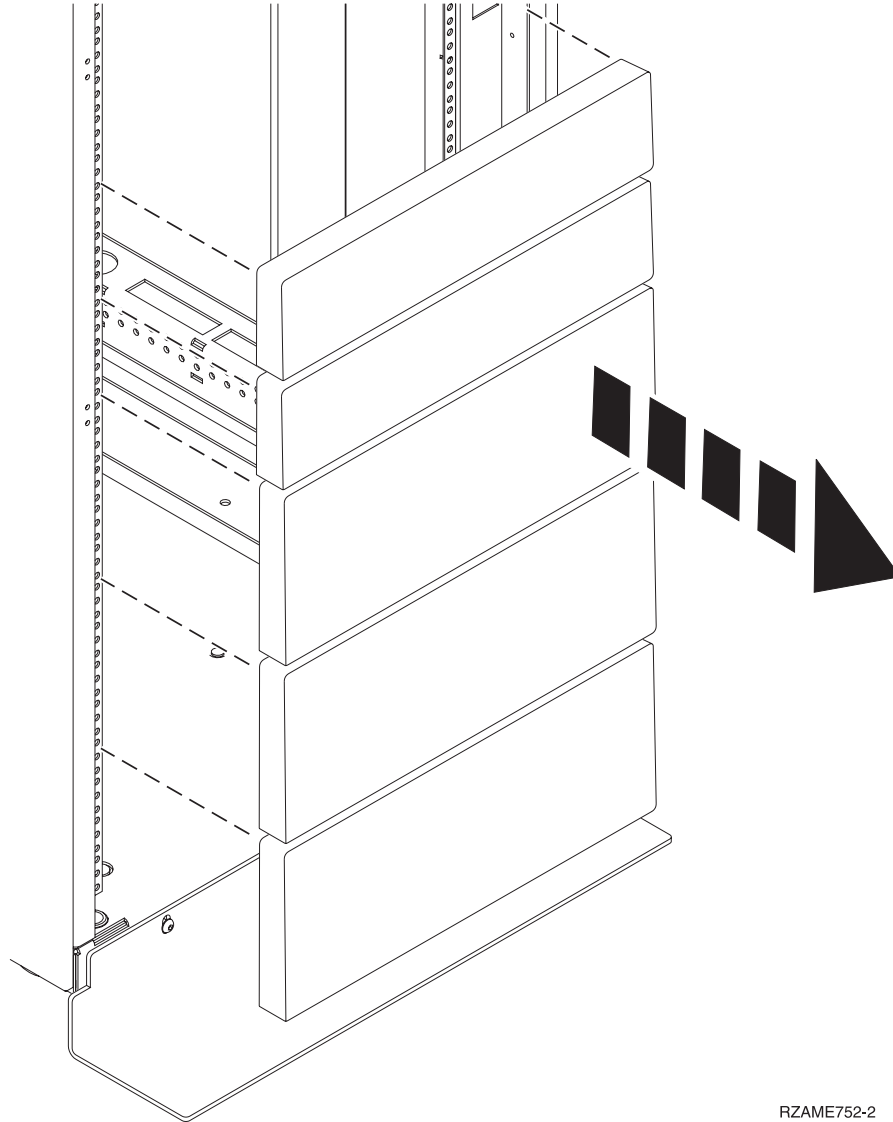

Figure 1. Retrait des panneaux obturateurs
3. Si nécessaire, retirez les panneaux obturateurs pour permettre l'accès à l'intérieur du boîtier de l'armoire dans laquelle vous prévoyez d'installer l'unité. Pour plus de détails, voir figure 1.